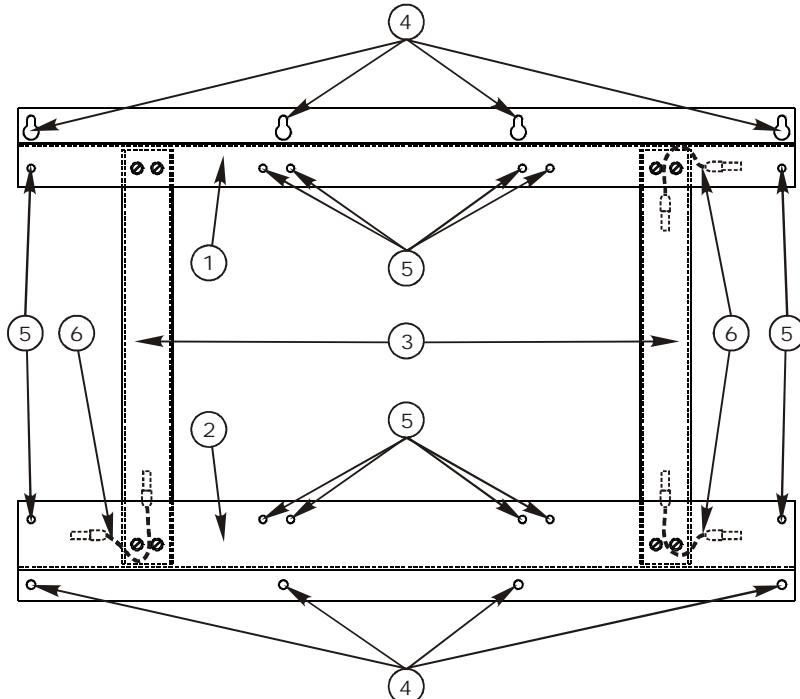

Рисунок 1 – Рама для установки стабилизаторов СКм-6000-1
4.2 Используя составные части МК10 КСДП.687445.003, собрать раму (рисунок 1) в следующей последовательности: